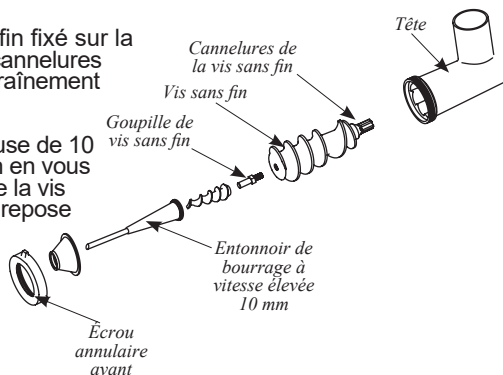

FIGURE 9
3. Insérer la vis sans fin sur la tête (**FIGURE 9**). Aligner les cannelures de la vis sans fin à l'arbre d'entraînement du hachoir.